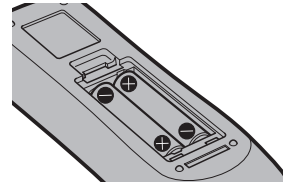

Fig. 2
2) **Inserire le batterie e chiudere il coperchio (inserire prima il lato  $\ominus$ ).** (Fig. 2)